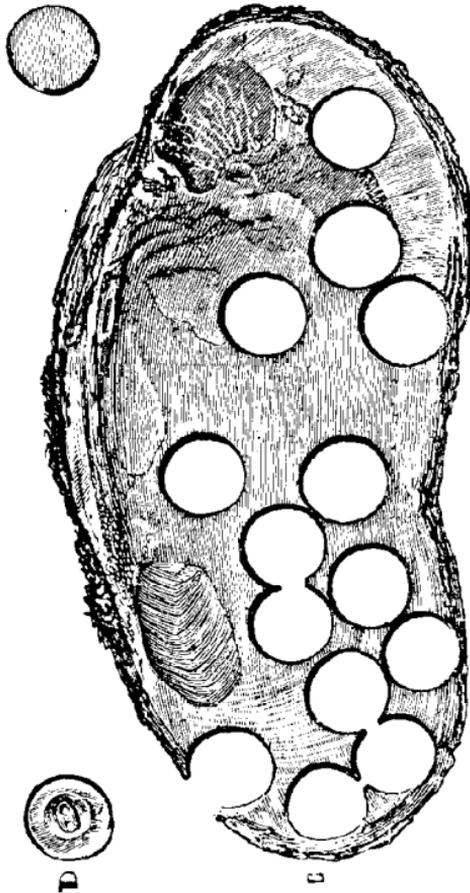

Fig. 131. Valve d'huître sinuée après son emploi dans l'industrie pour la fabrication des boutons de nacre.
Usages. — Les coquilles à nacre (fig. 131) sont surtout travaillées en Europe ; elles servent à faire des boutons, des manches de porte-plume, des porte-monnaie et des plaques minces pour incrustations, travaux de marqueterie et de tabletterie (1).